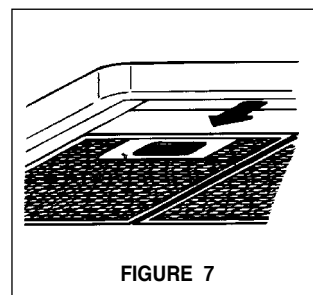

FIGURE 7
2. Retirer les filtres pour la graisse de l'appareil et mettre de côté. Retirer les filtres en pressant sur la poignée à l'avant du filtre, tel qu'il est illustré à la **FIGURE 7**. Au moment de les replacer, s'assurer que les filtres sont positionnés adéquatement, la poignée vers l'avant et visible.